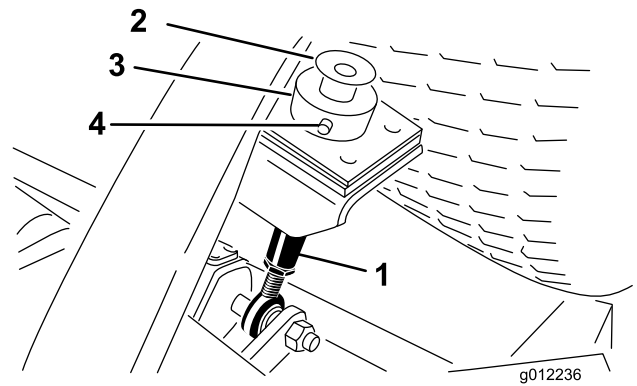

Figure 25
2. Retirez le boulon et la rondelle en haut de chaque tige de réglage de hauteur de coupe (Figure 25).
3. Retirez la goupille fendue et l'axe de chape qui fixent la bague de hauteur de coupe à la tige de réglage de hauteur de coupe à l'arrière du plateau de coupe (Figure 25). Retirez la bague de hauteur de coupe.